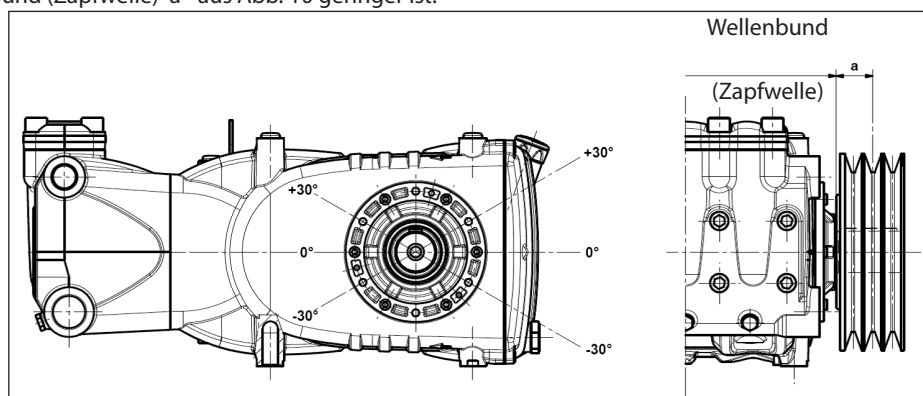

Abb. 10
Die radiale Belastung der Welle darf 4500 N (für die Definition der Anordnung erforderlicher Wert) nicht übersteigen. Der Antrieb gilt als richtig bemessen, wenn die Belastung bei einem maximalen Abstand $a = 50$ mm vom Wellenbund (Zapfwelle) angewandt wird, siehe Abb. 10.
- b) Verwenden Sie Hochleistungsriemen - zum Beispiel **XPB** statt **SPB** - da hierbei weniger Riemen bei gleicher Leistungsübertragung benötigt werden und der Abstand zum Wellenbund (Zapfwelle) "a" aus Abb. 10 geringer ist.